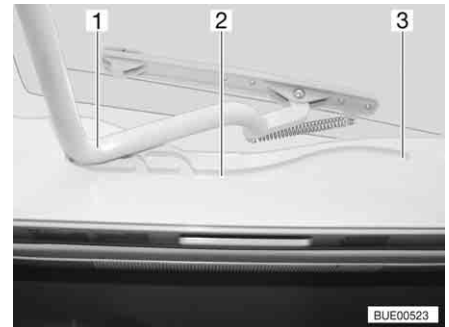

Bild 67 Heki-taklucka, spår
- Dra in bygel (Bild 67,1) i spåret (Bild 67,2) till den bakersta positionen (Bild 67,3).
- Tryck bygel (Bild 67,1) lätt uppåt med båda händerna.
- Drag bygeln till önskad position i spåret (Bild 67,2).